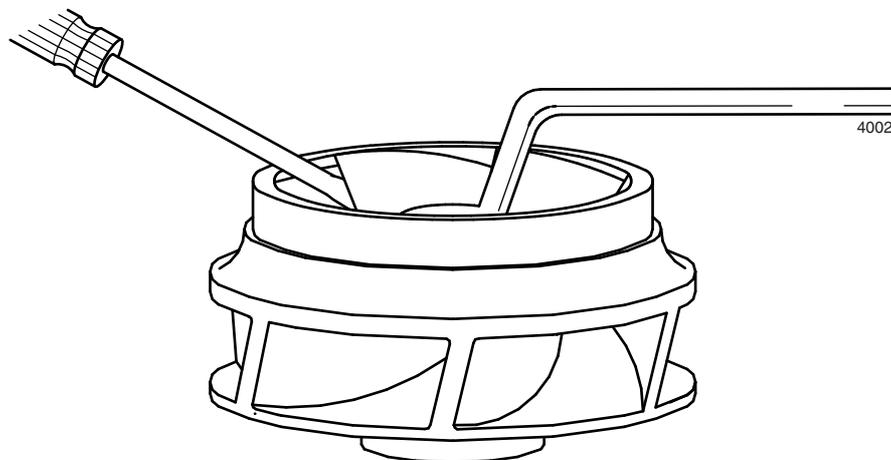

Figure 8: Desserrage de l'écrou de la roue.
- 2 Bloquez la roue (0120) pour l'empêcher de tourner, voir la figure 8.